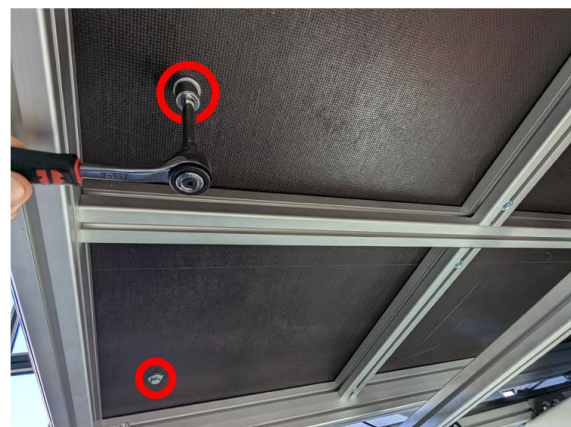

Abbildung 29: Winkel 90° am Queranschlag nachjustieren
1. Verwenden Sie hierzu die lange Seite des großen Flachwinkels (F) oder ein langes Lineal. Beide Anschlaglineale müssen exakt in einer Flucht stehen.
2. Zur Korrektur lösen Sie die Befestigungsschrauben (J) auf der Unterseite und gehen wieder vor, wie unterhalb der ⇒ Abbildung 29 beschrieben.